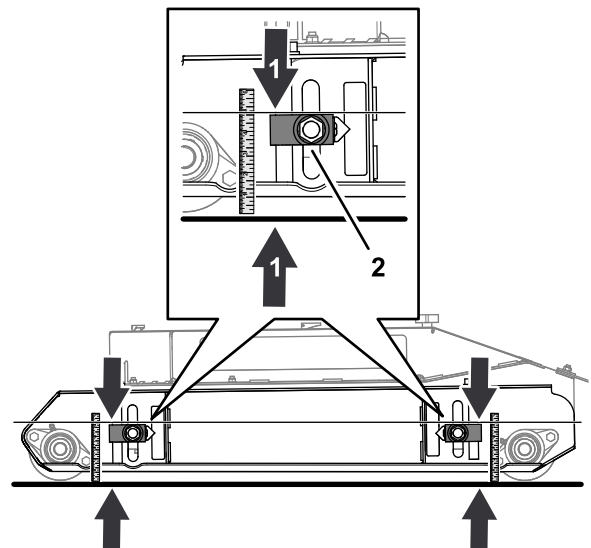

Figure 79
- Desserrez l'écrou qui fixe le bloc de réglage de hauteur de coupe (Figure 79).
- Déplacez le dispositif de réglage de hauteur de coupe vers le haut ou le bas jusqu'à ce que le haut du bloc de réglage soit à 124 mm du sol (Figure 79).